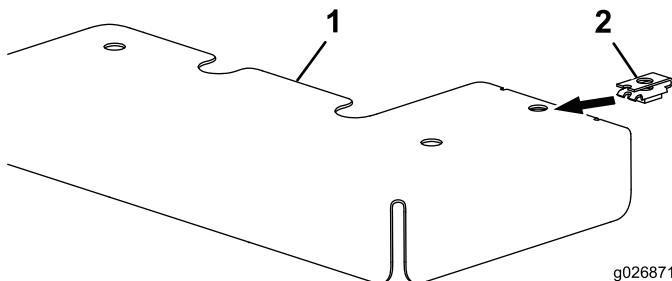

Figura 1
1. Montate il dado di fissaggio sul coperchio della puleggia (Figura 1).